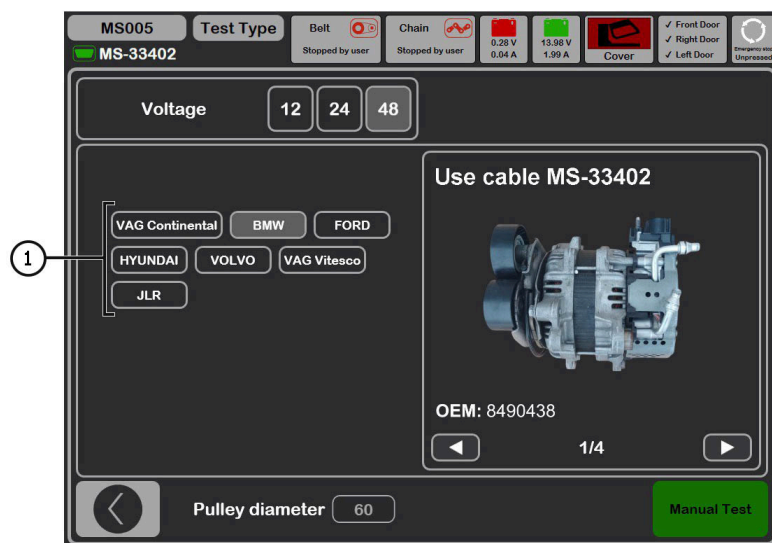

Abbildung 28. Menü zur Auswahl des 48-V-Generators
4. Öffnen Sie das Menü „**Alternator**“ (**Generator**). Wählen Sie den Diagnosemodus für 48-V-Generatoren sowie das zum Generator passende Fahrzeugmodell oder die OEM-Nummer des Aggregats (siehe Pos. 1, Abb. 28). Stellen Sie außerdem den Durchmesser der Generatorscheibe ein.